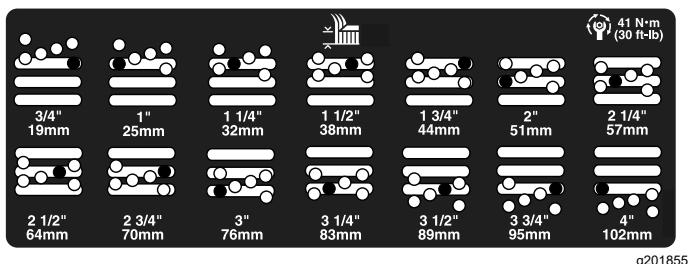

Figura 21
5. Přesuňte komoru do požadované výšky sekání a nasadte rozpěrku do určeného otvoru a drážky pro nastavení výšky sekání (**Figura 21**).